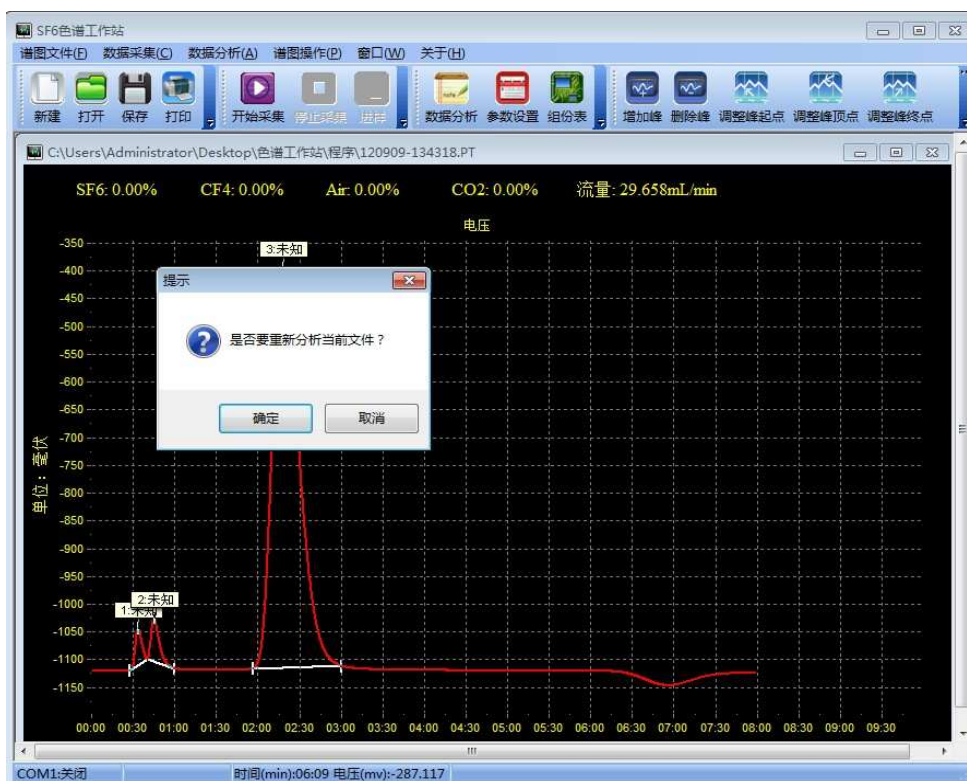

图 7-13 分析数据的提示窗口
3.(1)点击【数据分析】，会跳出提示窗口，如图 7-13 所示。点击【确定】按钮，开始数据分析。